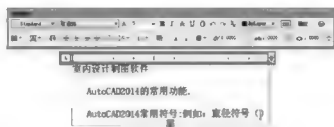

图 5-16
**步骤5:** 根据要求输入多行文本。在输入一行文本之后,按 Enter 键进行换行。输入如图 5-16 所示的文本。